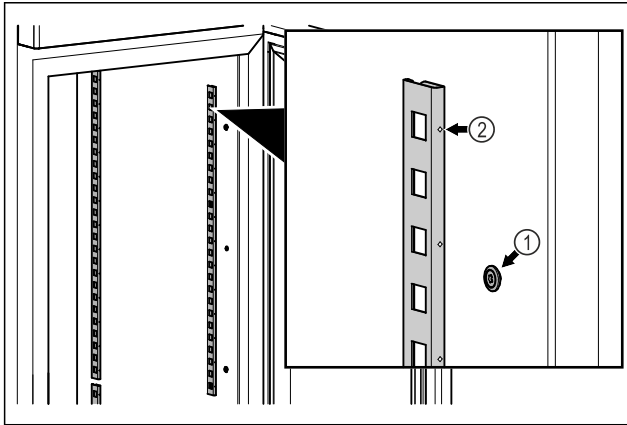

Fig. 48 Ενδεικτική απεικόνιση
- ▶ Αναρτήστε τα προφίλ ασφάλισης στην ανάρτηση Fig. 48 (1). Το σημάδι Fig. 48 (2) πρέπει να δείχνει προς τα εμπρός.